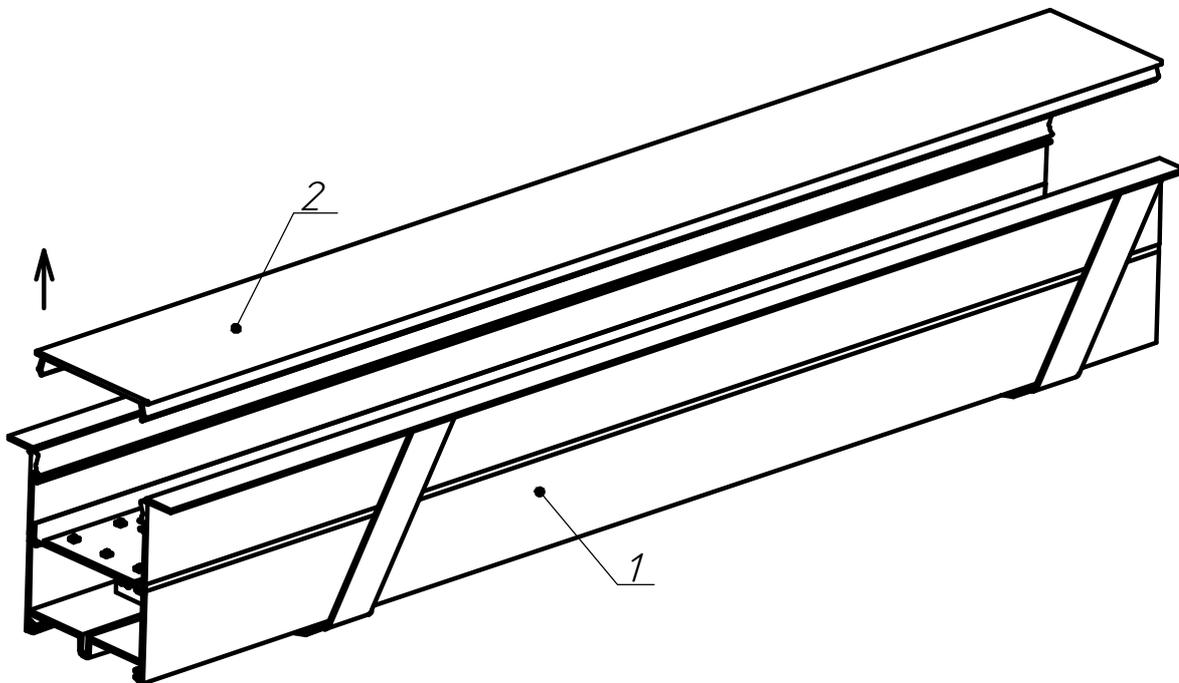
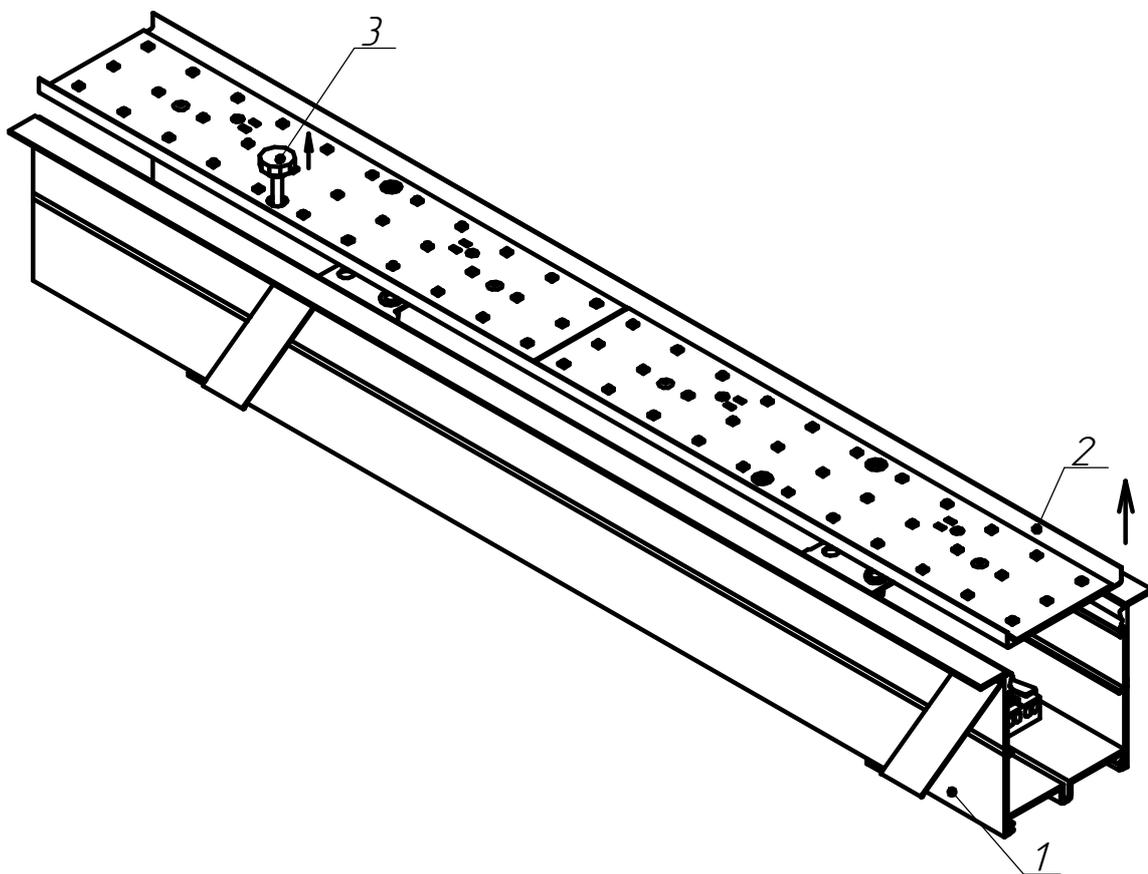

Рисунок 2 - Снятие рассеивателя со светильников ДВО02
Рисунок 3 - Снятие панели со светильников ДВО02
5.3.1 Снять опаловый рассеиватель (см. рисунок 2). Затем демонтировать панель со светодиодными модулями держащийся в корпусе на магнитах, потянув за торцы панели. Когда светильник установлен в потолок, демонтировать панель со светодиодными модулями необходимо при помощи спец-винта М4 (идет в комплекте). Для этого необходимо вернуть спец-винта М4 в панель и потянуть (см. рисунок 3).